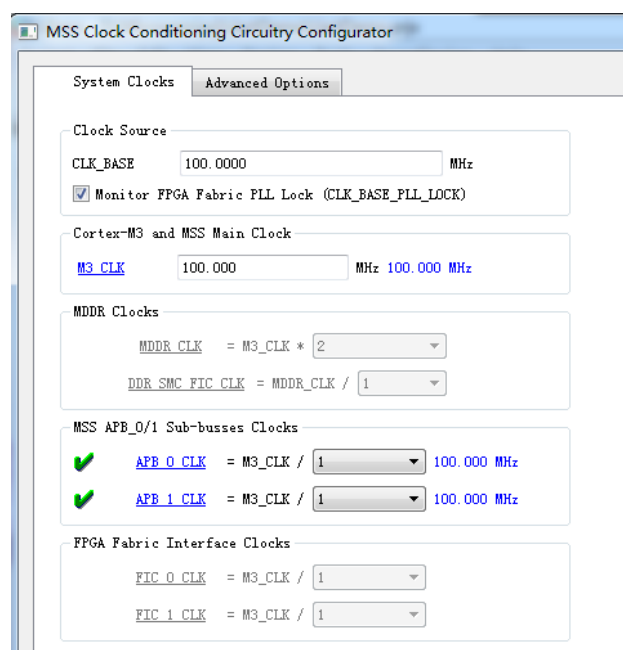

图 6.8 配置 MSS_CCC
(3) 双击“MSS_CCC 模块”，在弹出的配置窗口中，设定“CLK_BASE”为“100MHz”，勾选“Monitor FPGA Fabric PLL Lock”，M3_CLK 设定为 100MHz，其他不变，点击“OK”关闭配置窗口，如图 6.8 所示；